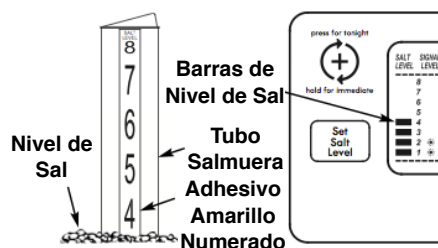

Figura 23
2. En el tubo de salmuera hay un adhesivo amarillo numerado del 0 al 8(figura 23). Vea a qué número llega, o está más próxima la sal.
3. Presione el botón “**SET SALT LEVEL**” las veces necesaria para que las barras de nivel de sal(figura 23) lleguen al número del nivel visto en el tubo de salmuera. En nivel 2 o inferior, la alarma luminosa “**Low Salt**” se prenderá.